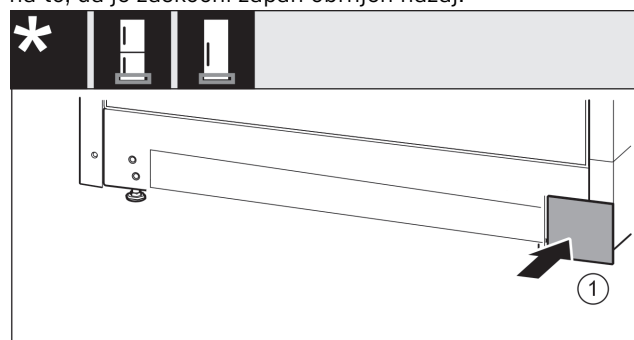

Fig. 22
- Pokrov Fig. 22 (1) ponovno namestite na drugi strani.